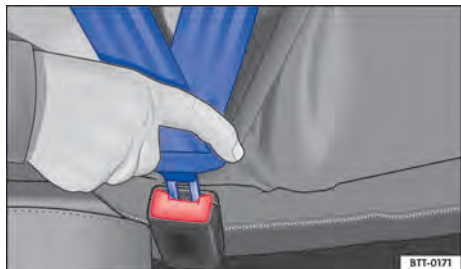

Fig. 17 Introduzir a lingueta do cinto de segurança no fecho do cinto de segurança.
3. Introduzir a lingueta do cinto de segurança firmemente no fecho do cinto de segurança pertencente ao assento → Fig. 17.